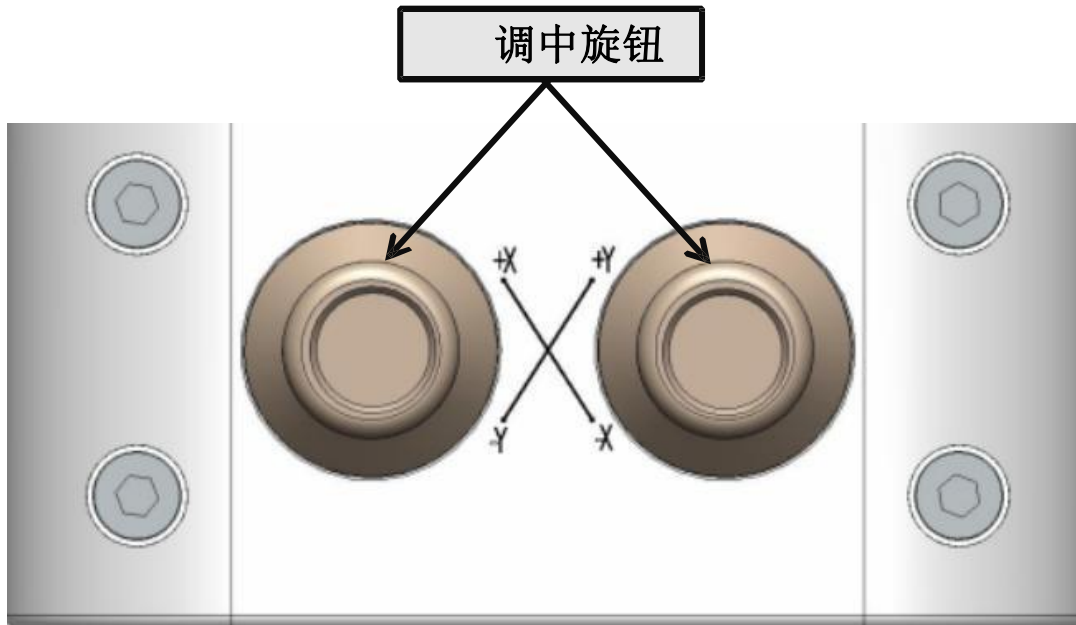

图3.6
- ① 为达到良好的切缝效果，激光光束必须保持在喷嘴中心，当偏离喷嘴中心时就需要通过光束调中模块进行调中，如下图3.6所示。